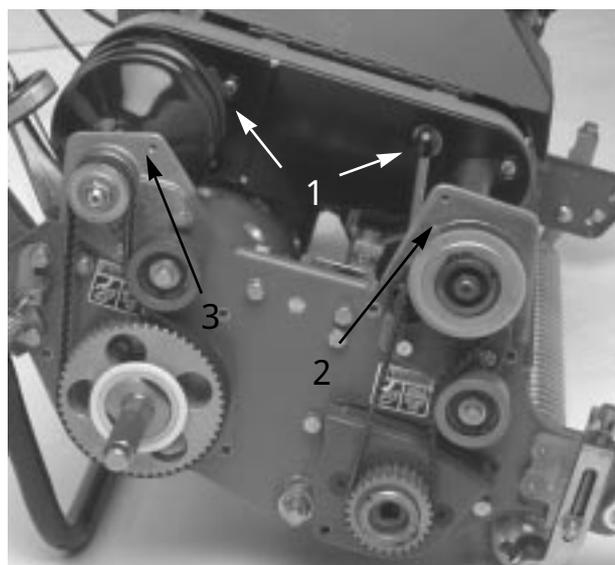

図 42
- 4 . デファレンシャル・カバーの前部分と後部分を外す (カバーをハウジングに固定しているキャップスクリュを取ってカバーを開く ; 図42)。
6. 前クラッチ・ハウジング (図42) をサイド・プレートに固定しているキャップスクリューとロックナット (各2) を取る。
8. 右後ベアリング・ハウジング (図42) をサイド・プレートに固定しているキャップスクリュー (各2) を取る。